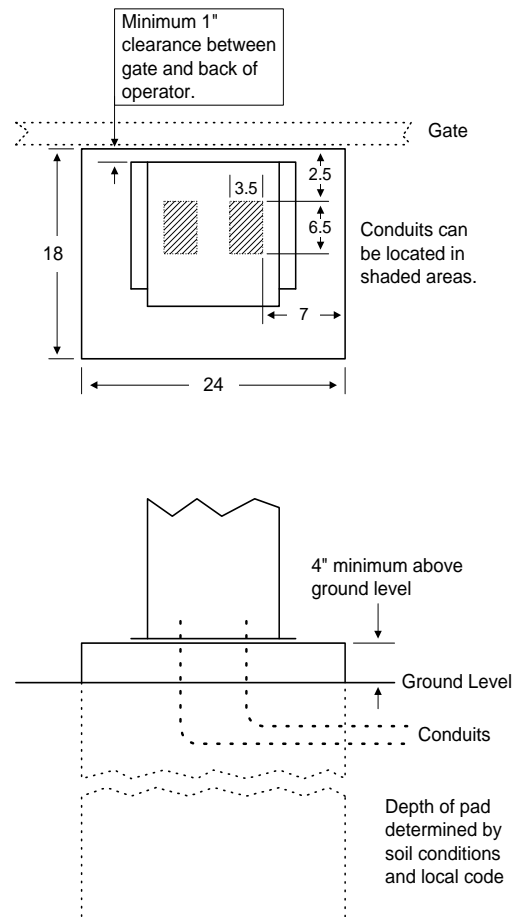

Figura 6
1. Construya una forma para la base de montaje de acuerdo a las especificaciones mostradas en figura 6. Asegúrese de nivelar la parte de encima de la forma y que la parte de encima de la forma esté un mínimo de cuatro (4) pulgadas por encima del nivel del suelo. Sugerimos que usted contacte el departamento de construcción local para determinar la profundidad requerida de la base ya que condiciones de la tierra y requisitos de código varían de ciudad a ciudad.
2. Coloque los conductos, barras de refuerzo y/o malla de alambre si se requiere. El número de conductos es determinado por los requisitos de aplicación. Nosotros sugerimos usar un mínimo de cuatro (4) conductos. 1- Líneas eléctricas de alto voltaje; 2- Líneas de control de bajo voltaje; 3- Cables de entrada de los círculos de detección (círculo abierto); 4- Cables de entrada de los círculos de detección (círculos de inversión). **Vea SECCIÓN 2.** Coloque conductos adicionales según se requiera para su aplicación. **NOTA:** Si no coloca los conductos en la base, pueden ser encaminados hacia una caja de paso donde las conexiones para el operador pueden ser hechas después de la instalación. Hay tres (3) moldes agujerados de ½-pulgada y un (1) molde agujerado de ¾-pulgadas en cada lado del operador para este uso.